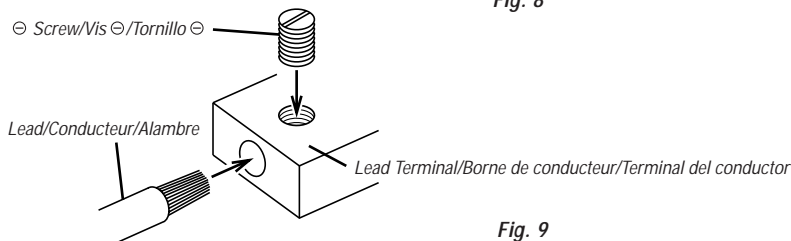

Fig. 9
3. Remove the screw attached to the terminal. Insert the exposed wire end into the lead terminal. Tighten the ⊖ screw with the ⊖ driver, to fix the lead. (Fig. 9) **Before making this connection, use insulated shrink tubing to cover any exposed wire extending beyond the terminal.****Notes:**
## 3. Retirer la vis fixée à la borne. Insérer le bout du conducteur exposé dans la borne de conducteur. Serrer la vis ⊖ à l'aide d'un tournevis ⊖, pour fixer le conducteur. (Fig. 9)
## 3. Quite el tornillo fijado al terminal. Inserte el extremo desnudo del alambre en el terminal del conductor. Apriete el tornillo ⊖ con un destornillador ⊖ para fijar el alambre. (Fig. 9)